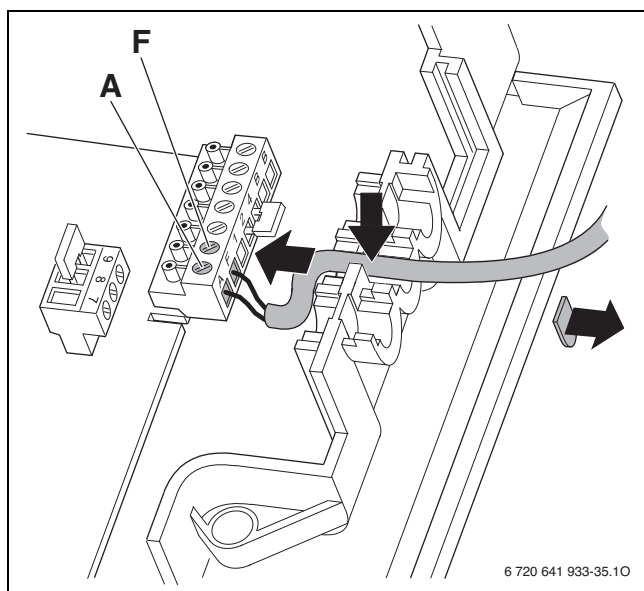

Fig. 45 Câblage électrique de la sonde de température extérieure
- ▶ Raccorder le câble de la sonde de température extérieure conformément à la fig. 45.